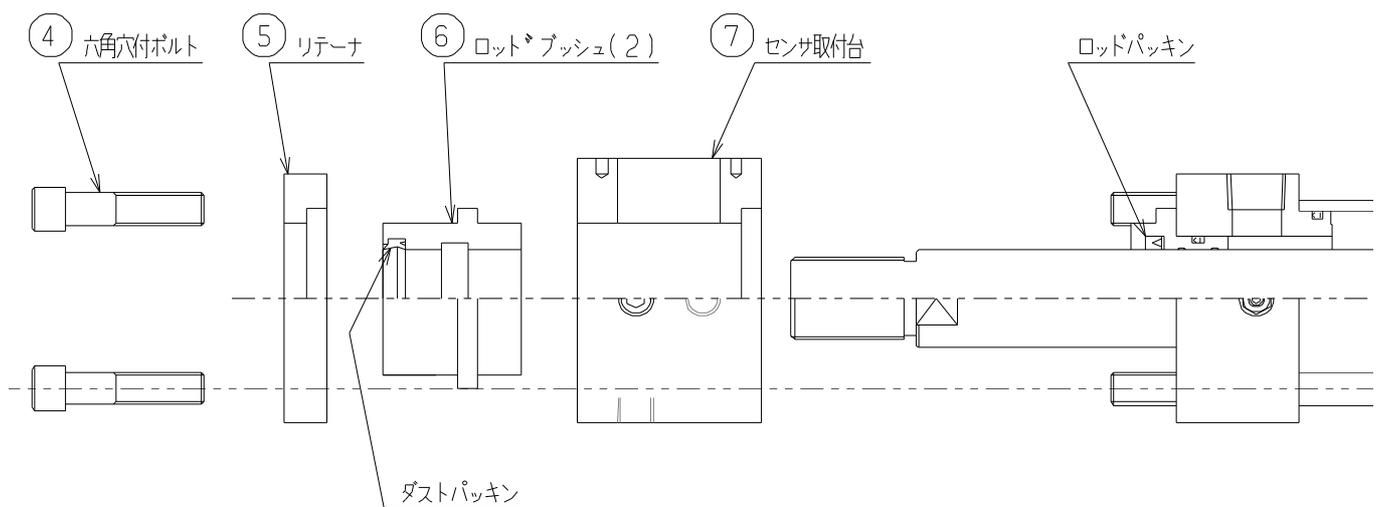

図2. エンコーダ周辺取外し説明図
- 次頁図 2、「④六角穴付ボルト」を取り外す。
- 「⑤リテーナ」を取り外す。
- 「⑥ロッドブッシュ (2)」を取り外す。
- 次ページ図 2 中、「⑦センサ取付台」を取り外す。